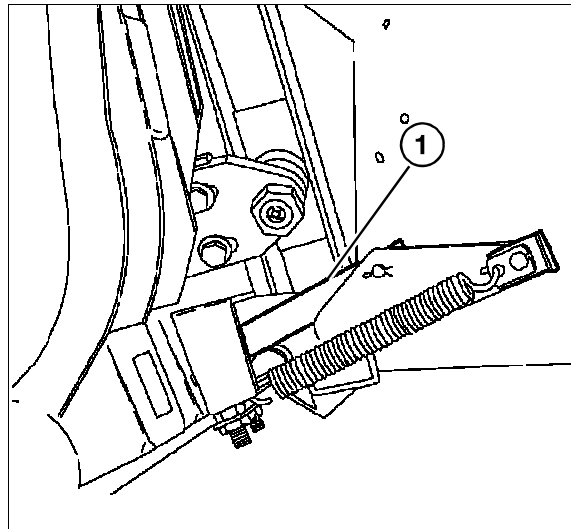
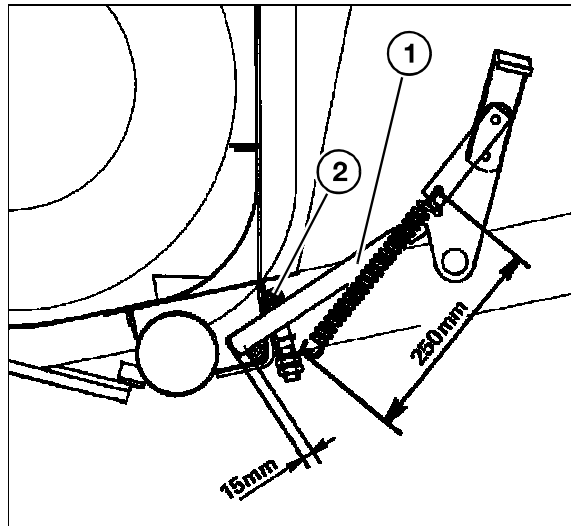

Fig. 11
Fig. 12
**AL models - Fig. 11 and Fig. 12**